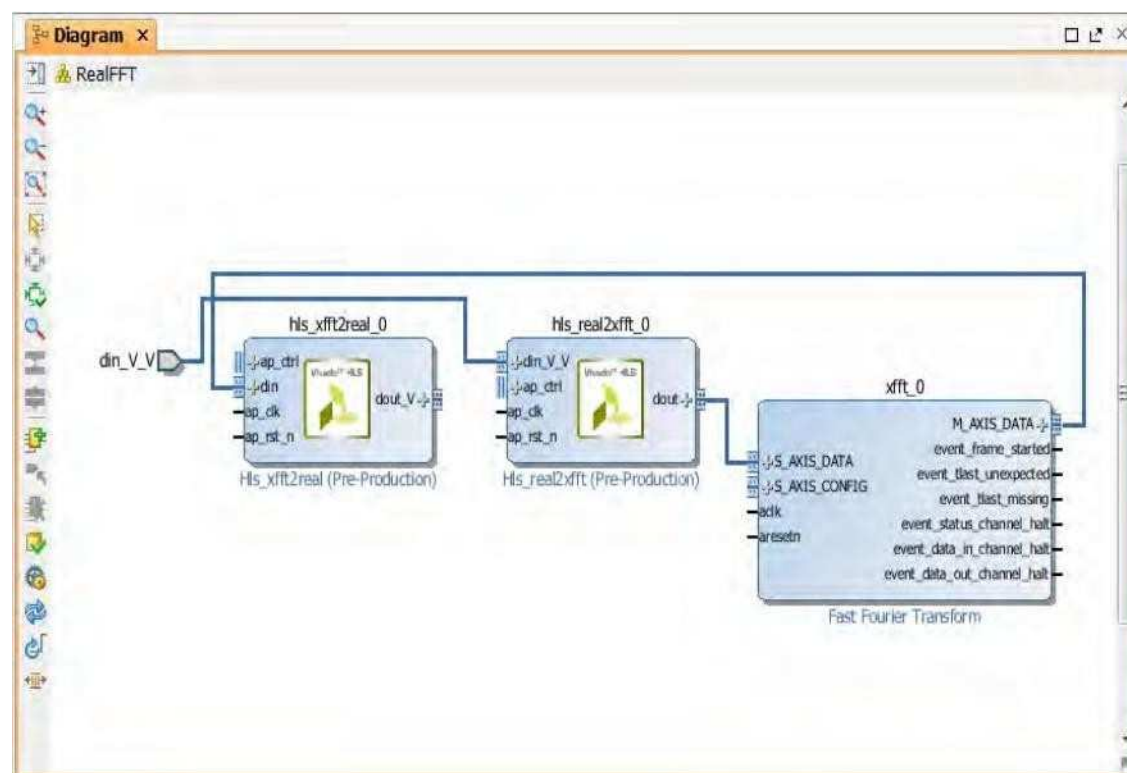

图 9-18: 建立外部连接
10. 右键单击 hls_real2xfft 块上的 din_V_V 接口连接器，然后选择“设为外部”（图 9-18）。